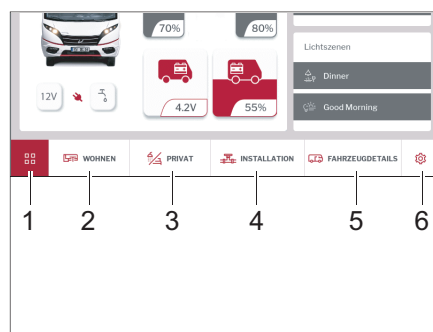

Fig. 280 Barra de menú del System Control Display
A través de la barra de menú (Fig. 280) se accede a los submenús:
- Vivir y estar (Fig. 280,2)
- Privado (Fig. 280,3)
- Instalación (Fig. 280,4)
- Detalles del vehículo (Fig. 280,5)
- Ajustes (Fig. 280,6)